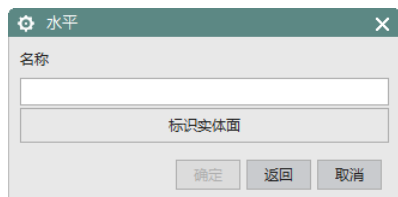

图 11-42 “水平”定位选择对话框
(9) 在“定位”对话框中，单击  图标，同时打开如图 11-42 所示的“水平”定位选择对话框。